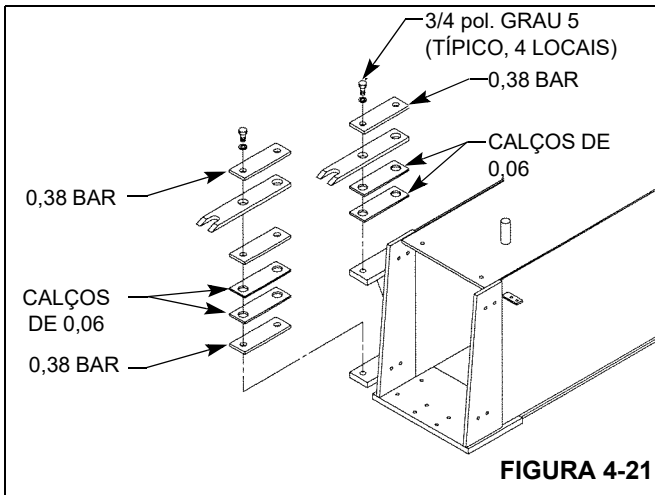

FIGURA 4-21
1. Sem apertar, parafuse os dois conjuntos de orelhas com calços e barras conforme mostrado na Figura 4-21 à lateral da primeira seção da lança.